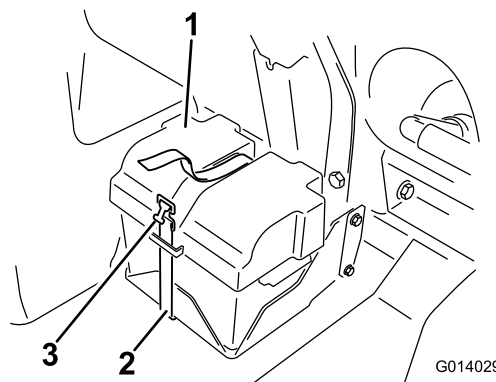

Figure 82
- Déposez le couvercle de la batterie et débranchez le câble de masse négatif (noir) de la borne de la batterie (Figure 82).
4. Posez le couvercle de la batterie et fixez-le avec la sangle que vous avez retirée précédemment (Figure 82).